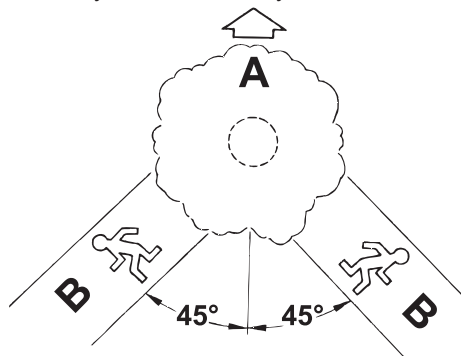

Рис. 19. Определение путей отхода
- Обязательно определите путь отхода. Путь отхода (Рис. 19) должен быть направлен по диагонали в сторону, противоположную направлению падения, под углом 45 градусов, и вы должны отойти минимум на 3 метра от ствола, на тот случай, если во время падения комель дерева отскочит в сторону.